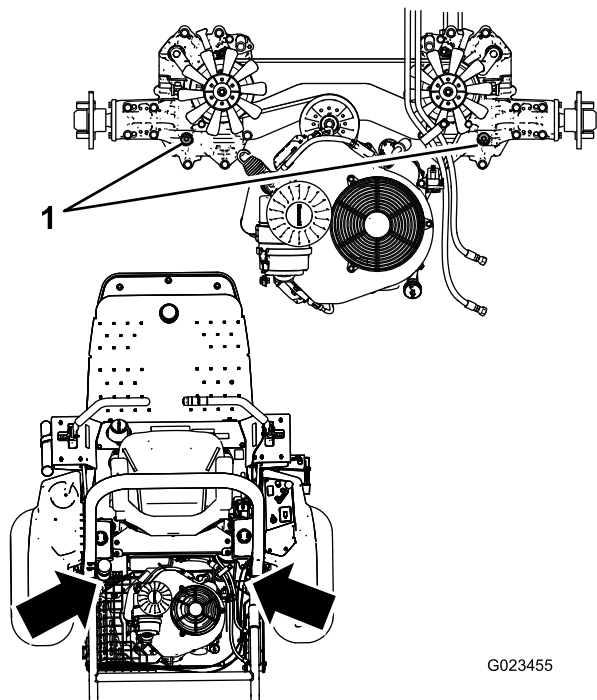

Figure 72
**Remarque:** Pour permettre au liquide de s'écouler plus rapidement dans le système, vous pouvez retirer le bouchon (Figure 72) au sommet de chaque transmission hydrostatique. Lorsque le liquide commence à ressortir par l'orifice, remettez le bouchon en place et continuez de